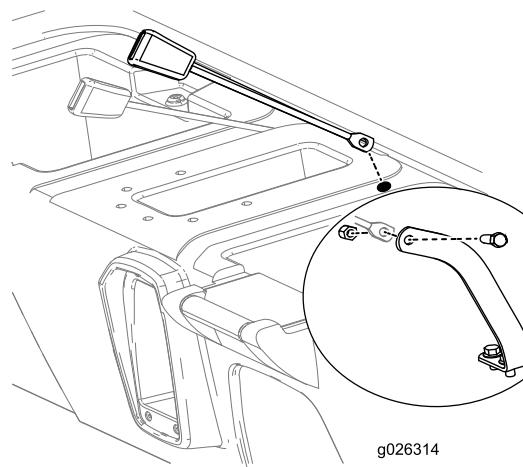

**Figure 10**
5. En vous aidant des dimensions indiquées à la Figure 10, localisez, repérez et percez 2 trous de 2,54 cm au sommet de la base des sièges. Localisez un trou de chaque côté du compartiment central.